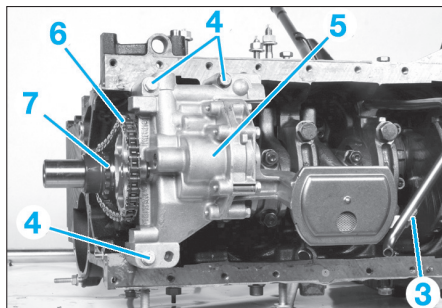

Fig. 16
- la vis (3) de la jauge à huile sur la crépine (Fig.16),
- les trois vis (4) de fixation de la pompe à huile,
- la pompe à huile (5) en même temps que la chaîne (6) et le pignon (7).